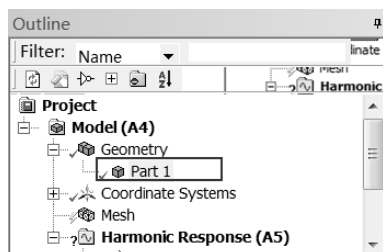

图 7-63 选择 Solid
Step2 :单击 Outline 栏 Geometry 项前部的 按钮,选择 Solid 选项,如图 7-63 所示。